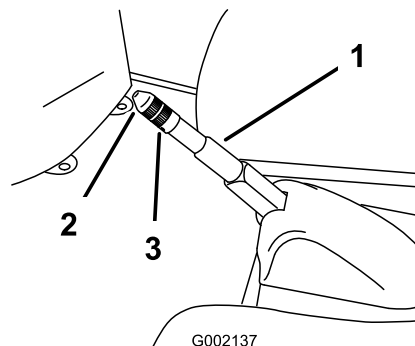

Figure 51
2. Desserrez la vis de fixation du bouton sur le levier du frein de stationnement (Figure 51).